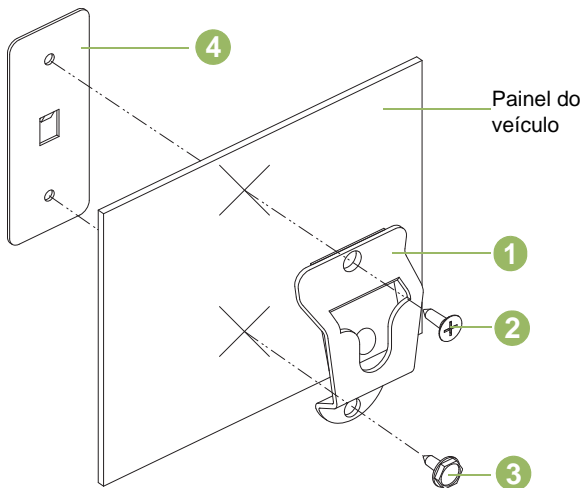

Figura 4.2: Instalação do Suporte de Montagem
Consulte a Figura 4.2 abaixo e prenda o clipe de travamento (1) no veículo usando dois parafusos de metal e a placa posterior fornecida. Coloque placa posterior (4) por trás do painel. Use o parafuso de cabeça chata (2) no orifício de montagem superior e o parafuso sextavado (3) no orifício de montagem inferior. Certifique-se de que os parafusos de montagem encaixem nos orifícios da placa posterior.